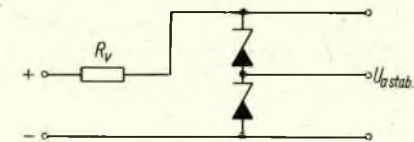

Bild 4
4.2 Sollen höhere Spannungen stabilisiert werden, kann man mehrere Zenerdioden in Reihe schalten (Bild 4).